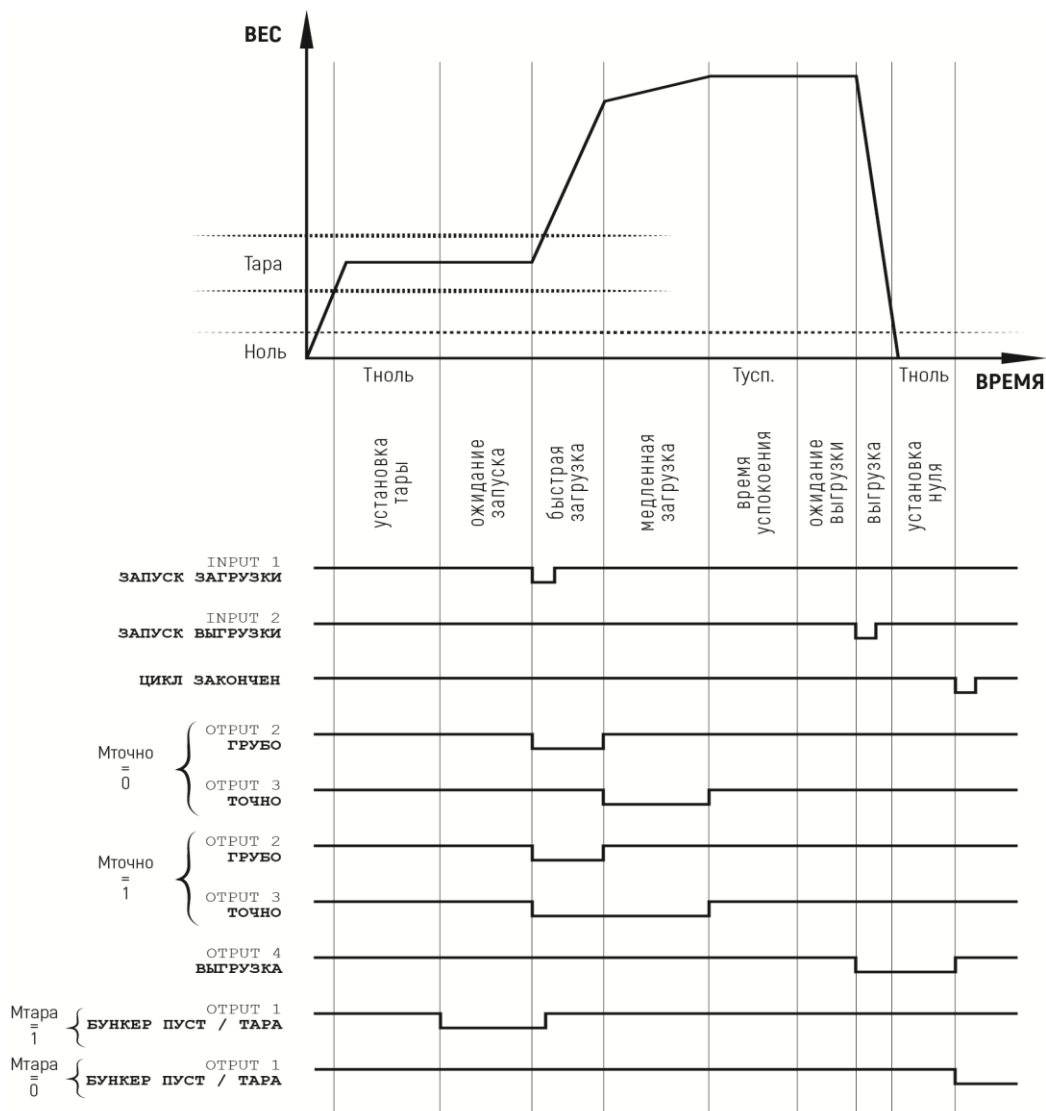

Рис. 4. Этапы дозирования
- 1. Пока не набрана вся доза, после 8 этапа (см. рис.4) происходит переход к первому;